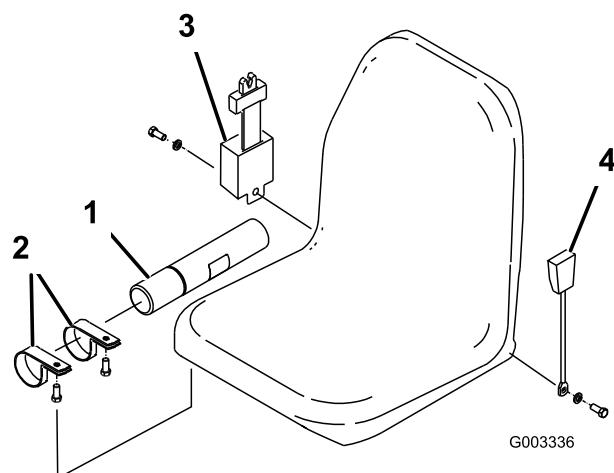

図 3
1. R クランプ (付属部品; 2個) を使用して、マニュアル保管チューブをシート・サスペンションに取り付ける(図 3)。
2. ボルトとロック・ワッシャ（付属部品）を使用して、運転席両側にシートベルトを取り付ける（図3）。シートベルトは、バックル側を座席の左に、巻き上げ部を右に取り付ける。